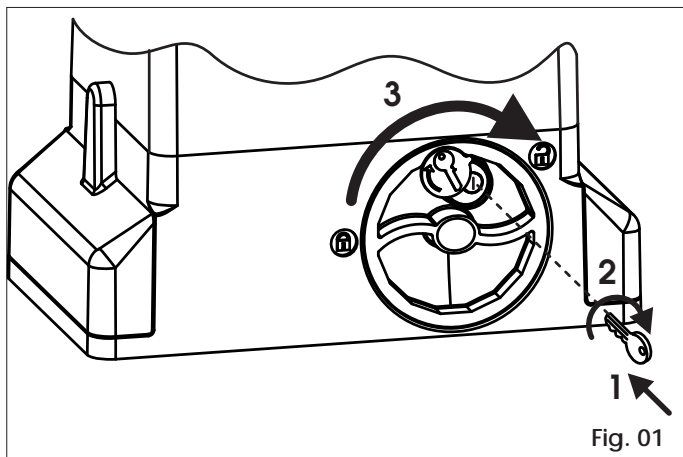

Fig. 01
- 1) Inserire l'apposita chiave in dotazione e ruotarla in senso orario come indicato in Fig.01 rif.1 e 2.
- 2) Ruotare il sistema di sblocco in senso orario sino all'arresto meccanico, Fig.01 rif.3.